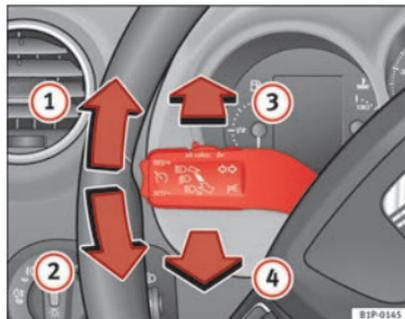

Fig. 76 Leva degli indicatori di direzione e degli abbaglianti
- Spingere la leva verso l'alto (fino al riscontro) ⇒ fig. 76 ① se si vuole mettere la freccia **a destra**; verso il basso ② invece, per mettere la freccia **a sinistra**.
- Se sono attivati gli anabbaglianti, spostare la leva in avanti ⇒ fig. 76 ③ per accendere gli abbaglianti.
- Spostare la leva verso il volante ⇒ fig. 76 ④ per spegnere gli abbaglianti.